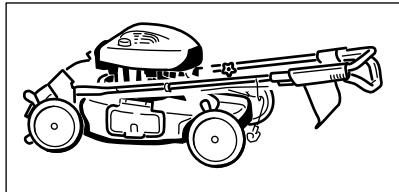

Figura 4
2. Apriete y una la sección inferior del manillar; luego, mueva el manillar hacia atrás hasta que encaje en la posición de operación con un clic (Figura 4).